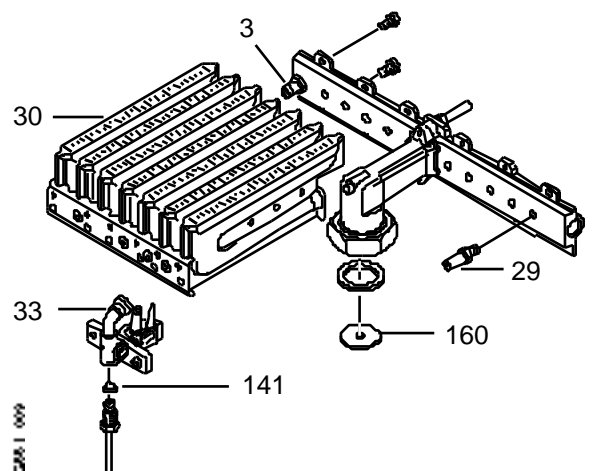
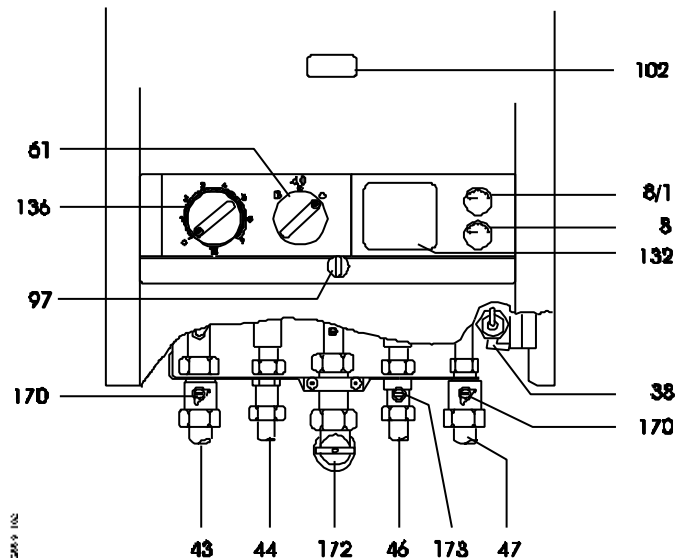

Рис. 11.
Рис. 12.
- 1 Перекройте кран (рис. 12, положение 172), снимите корпус.
2. Снимите горелку (рис. 12, положение 30), отвинтите правую и левую группу горелок, замените форсунки (рис. 11, положение 29).
3. Замените фитиль зажигания (рис. 11, положение 141).
4. Замените элемент вентиля (рис. 11, положение 372).
5. Замените дроссельную шайбу (рис. 11, положение 160).
Клиент должен быть проинформирован относительно процедуры заполнения и опустошения устройства, а также о наблюдении за давлением воды на манометре (см. рис. 12, положение 8/1, "Подготовка к эксплуатации", стр...).
Перекрыть газовый кран (рис. 12, положение 172). Если невозможно самостоятельно устранить выявленные неполадки, пригласите специалиста.
Перекрыть кран холодной воды (рис. 12, положение 173).
Для заполнения: немного отверните автоматический воздушник (рис. 1, позиция 27), чтобы из системы можно было выкачать воздух. Выкачайте воздух из нагревательных элементов. Наполните установку до 1,5 бар (рис. 12, позиция 38). Дайте отопительной установке нагреться до максимальной температуры, затем дайте воде остыть до 50°C и наполните установку заново.